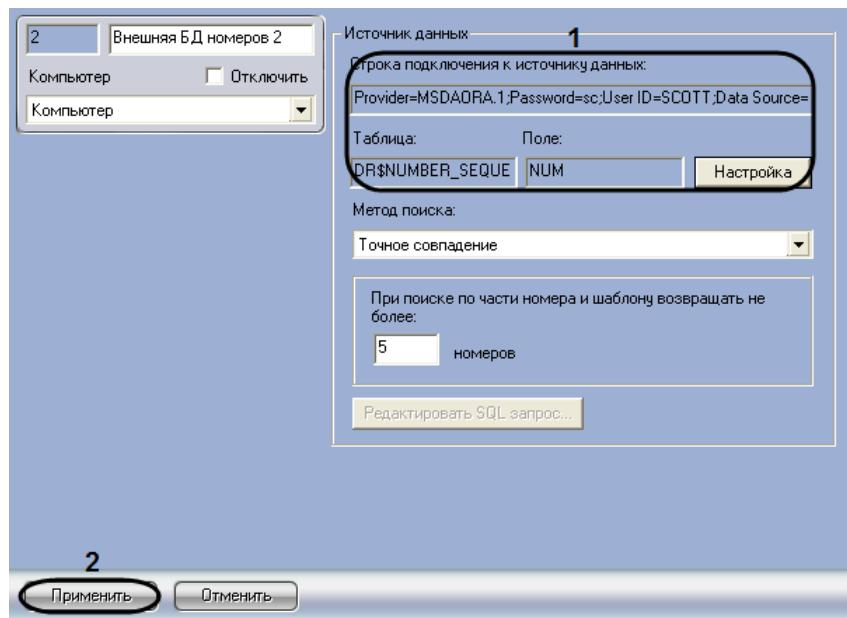

Рис. 7.6—7. Параметры внешней базы данных номеров
- В результате выполнения операции будут заполнены поля «Строка подключения к источнику данных», «Таблица», «Поле» (Рис. 7.6—7, 1) на панели настройки объекта «Внешняя БД номеров».
11. Нажать кнопку «Применить» (см. Рис. 7.6—7, 2).